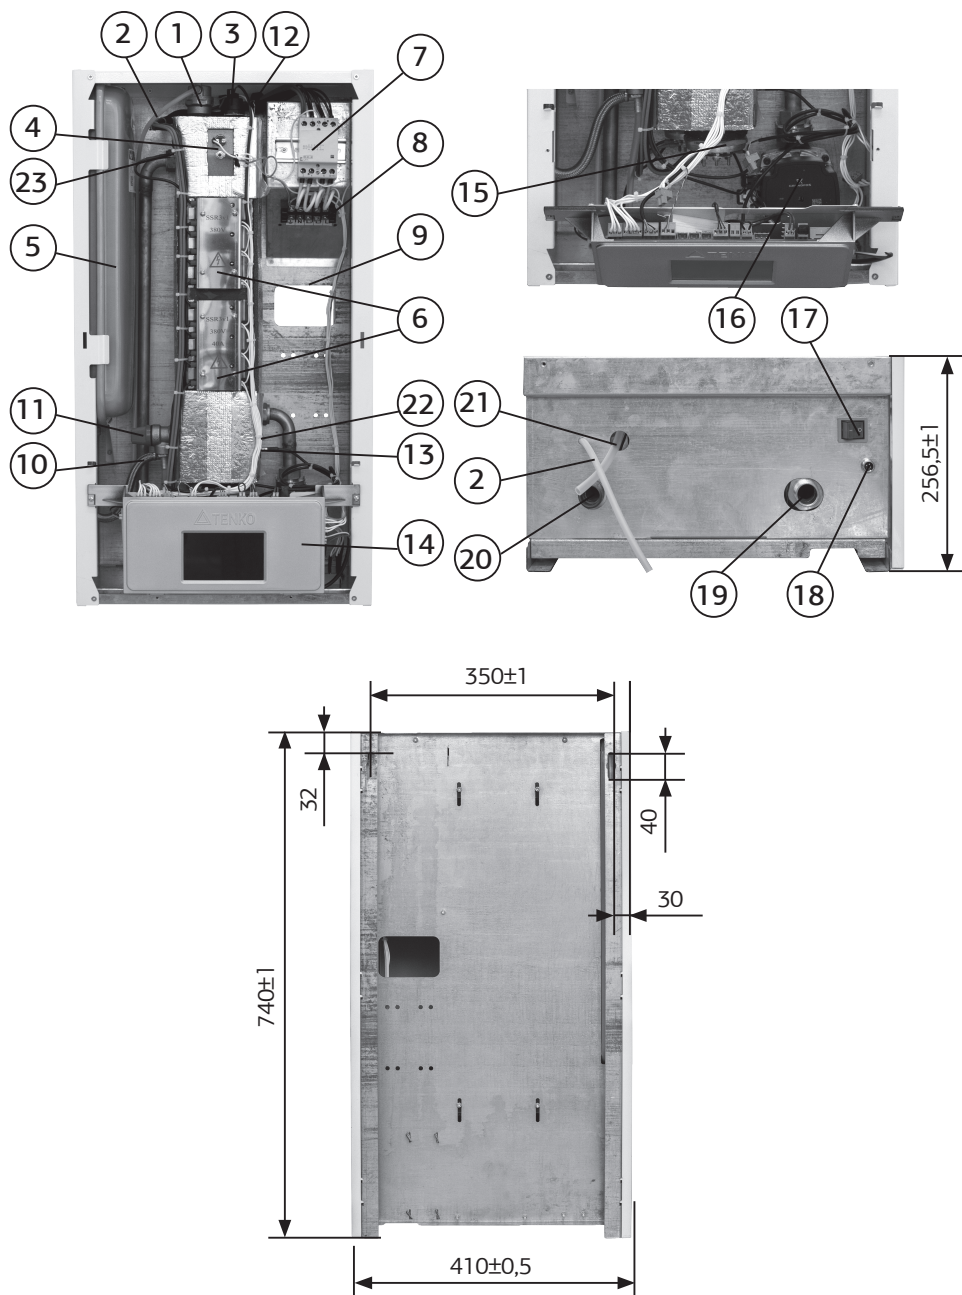

Рис.1. Внешний вид котлов серии SMART TM TENKO
3.1. Внешний вид устройства приведен на рис. 1 с обозначением его основных узлов. В процессе производства некоторые элементы могут быть заменены на аналогичные, что не будет влиять на работу изделия.